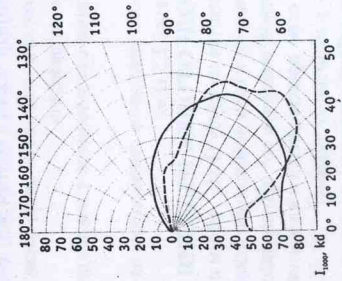

Рис. 2
2.1. Распределение силы света светильников показано на рис.2. Тип кривой силы света в горизонтальной плоскости - круглосимметричная, в вертикальной: в нижней полусфере - синусная**/полусинусная***, в верхней полусфере - равномерная**/синусная***.